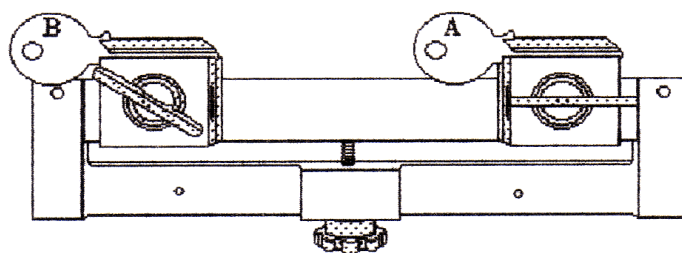

Figura 32
- 4) Coloque la llave A en la mordaza frente al palpador (mordaza derecha) y la llave B en la mordaza de la fresa (mordaza izquierda) (ver figura 32). Use la cara de la mordaza indicada para llaves con caña cuadrada y asegúrese de que ambas llaves están asentadas correctamente.